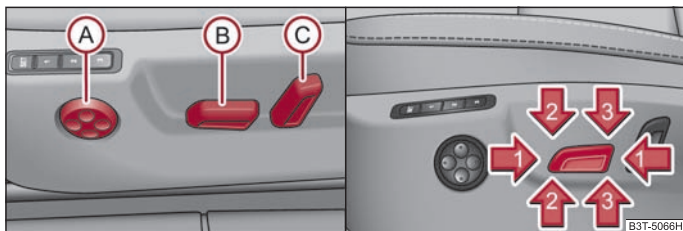

Fig. 70 Imagine din lateral: Elementele de comandă pentru reglarea scaunului/comutatorul pentru reglarea scaunului
- Apăsați comutatorul **B** ⇒ fig. 70 în față, respectiv în spate în sensul săgeții **1**.